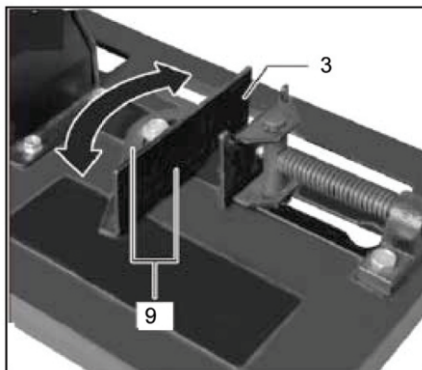

Рис.4
Для регулировки угла реза заготовки в горизонтальной плоскости ослабьте винты крепления (9) упора (3) (рис.4). Установите упор по шкале на необходимый угол реза и зафиксируйте болты упора. Упор регулируется на угол от 0° до 45° .